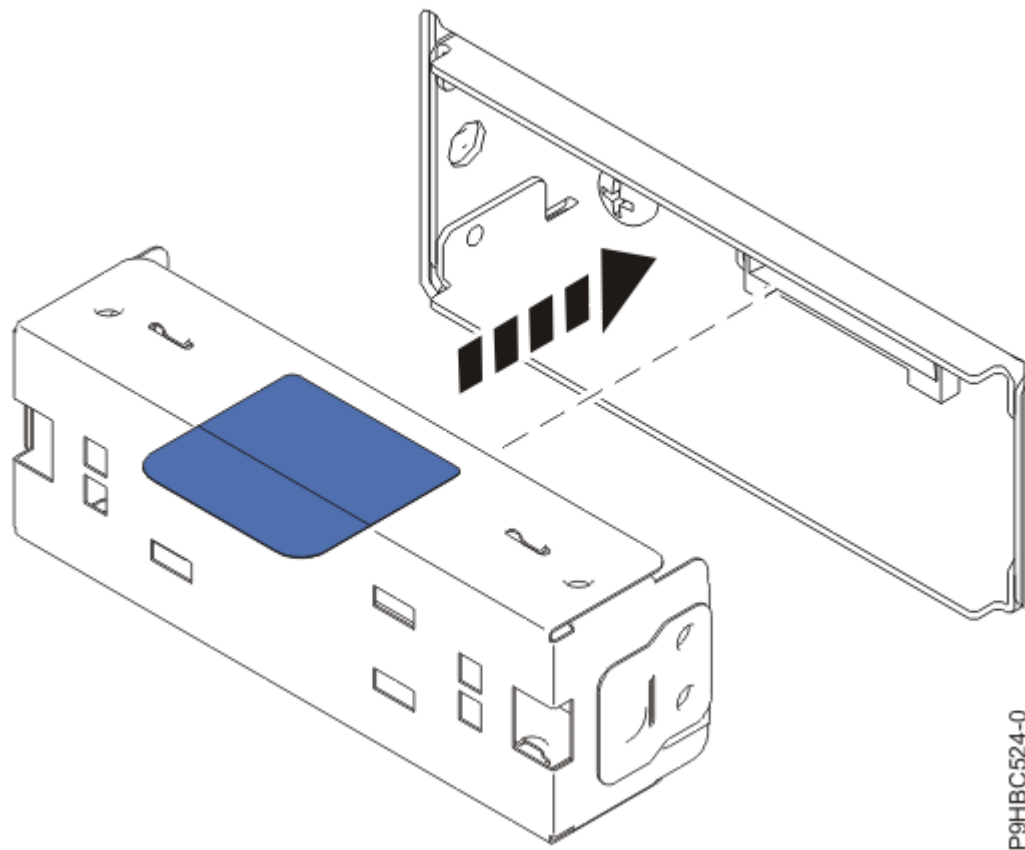

Abbildung 21. Anzeigen-Platzhalterelement einsetzen
3. Wenn Sie die Steuerkonsolenanzeige für ein anderes System verwenden möchten, ersetzen Sie sie durch eine Abdeckblende (siehe Abbildung 21 auf Seite 23).